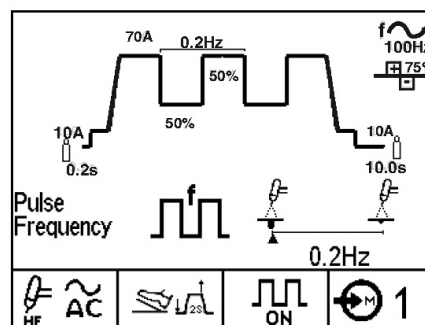

Abb. B.4c
- Impuls-WIG (siehe Abb. B.4c)
2. Im **Parameteranzeigebereich** werden der ausgewählte Parameter, dessen Anzeigesymbol sowie der voreingestellte Wert angezeigt. Der eingestellte Wert kann durch Drehen des Drucktasten-Drehreglers geändert werden. Bei bestimmten Parametern wie der Frequenz (im Ac-Betrieb) ist eine erweiterte Symbolanzeige vorhanden, die die Auswirkungen der Änderung des Parameters auf den Lichtbogen und/oder das Schweißnahtprofil anzeigt. Bei der Einstellung dieser Parameter bewegt sich ein Zeiger zwischen Min.- und Max-Symbol und zeigt die relative Auswirkung des Parameters. Die in Abb. B.4c dargestellte Impulsfrequenz ist ein Beispiel für die erweiterte Symbolanzeige. Ein Verzeichnis der erweiterten Symbole ist in Tabelle B.1 enthalten.